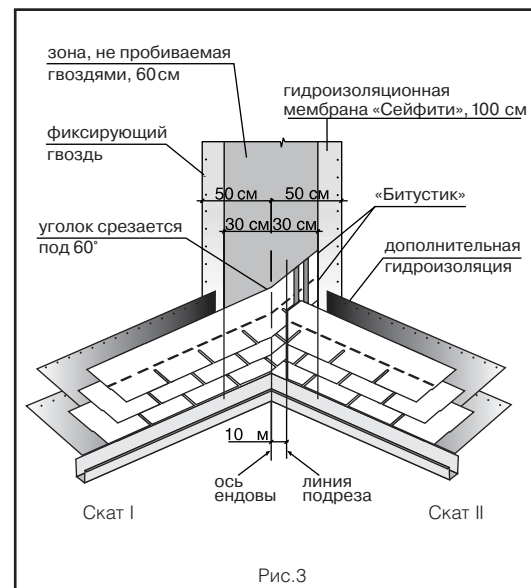

Рис.3
## Ендова (рис. 3)
- На прилегающем скате (II) вдоль оси ендовы на расстоянии 30 см от нее отбивается линия.
- Лист, подходящий к ендове со ската II, должен доходить до линии подрезки и обрезаться по ней. Верхний уголок обрезанного края листа подрезается под углом 60° (5 x 3 см - рис. 3).